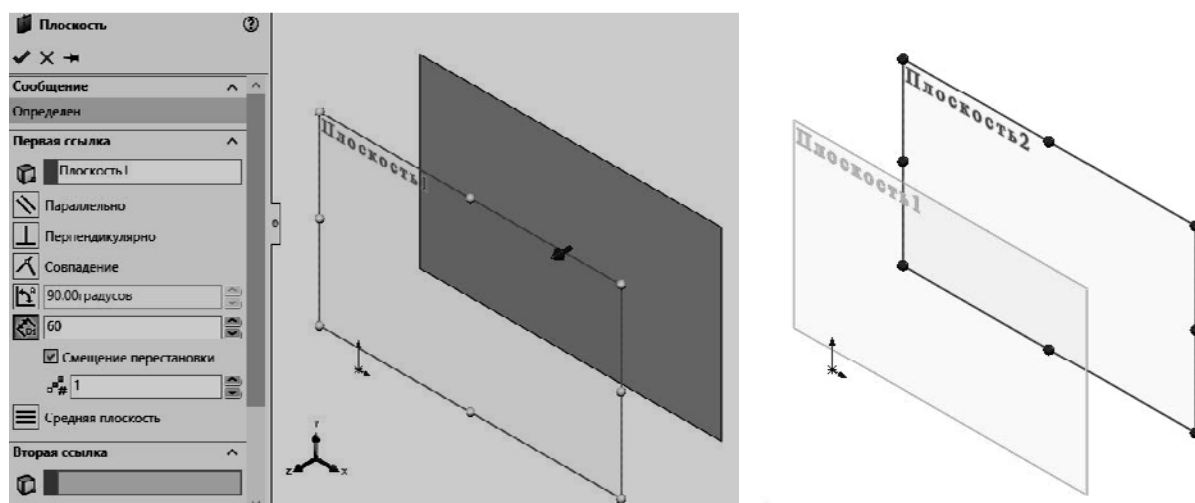

Рис. 2 Построение второй смещенной плоскости
- аналогичным образом создать вторую смещенную плоскость (рис. 2);